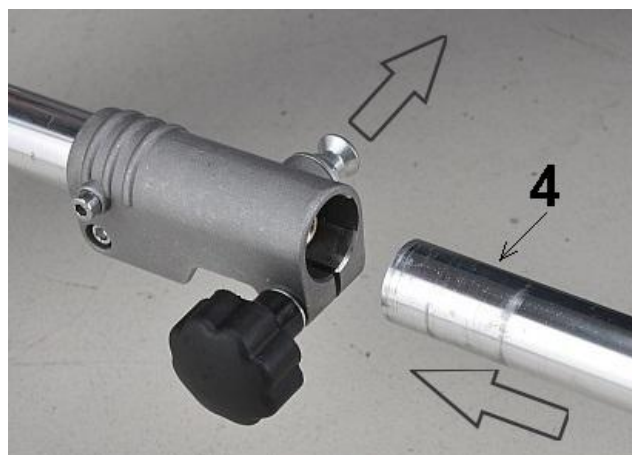

рис.7
- ✓ Ослабьте винт (1)
- ✓ Оттяните фиксатор (2), как показано на рис.7.
- ✓ Вставьте нижнюю штангу (3) в соединительный зажим до упора, аккуратно поворачивая ее «влево/вправо», до тех пор, пока отверстие (4) не совпадет с фиксатором (2), и фиксатор не вернется в исходное положение.
- ✓ Затяните винт (1)